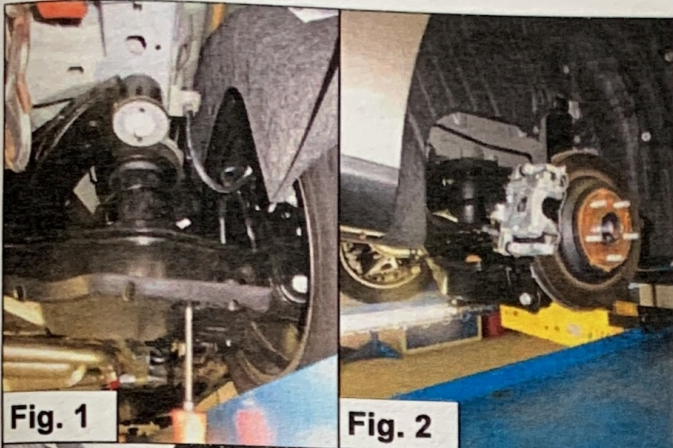

Fig. 1
1. Demonteer de kunststof kap onder de draagarm. Zie Fig. 1.
1. Remove the plastic cover from the control arm. See Fig. 1.